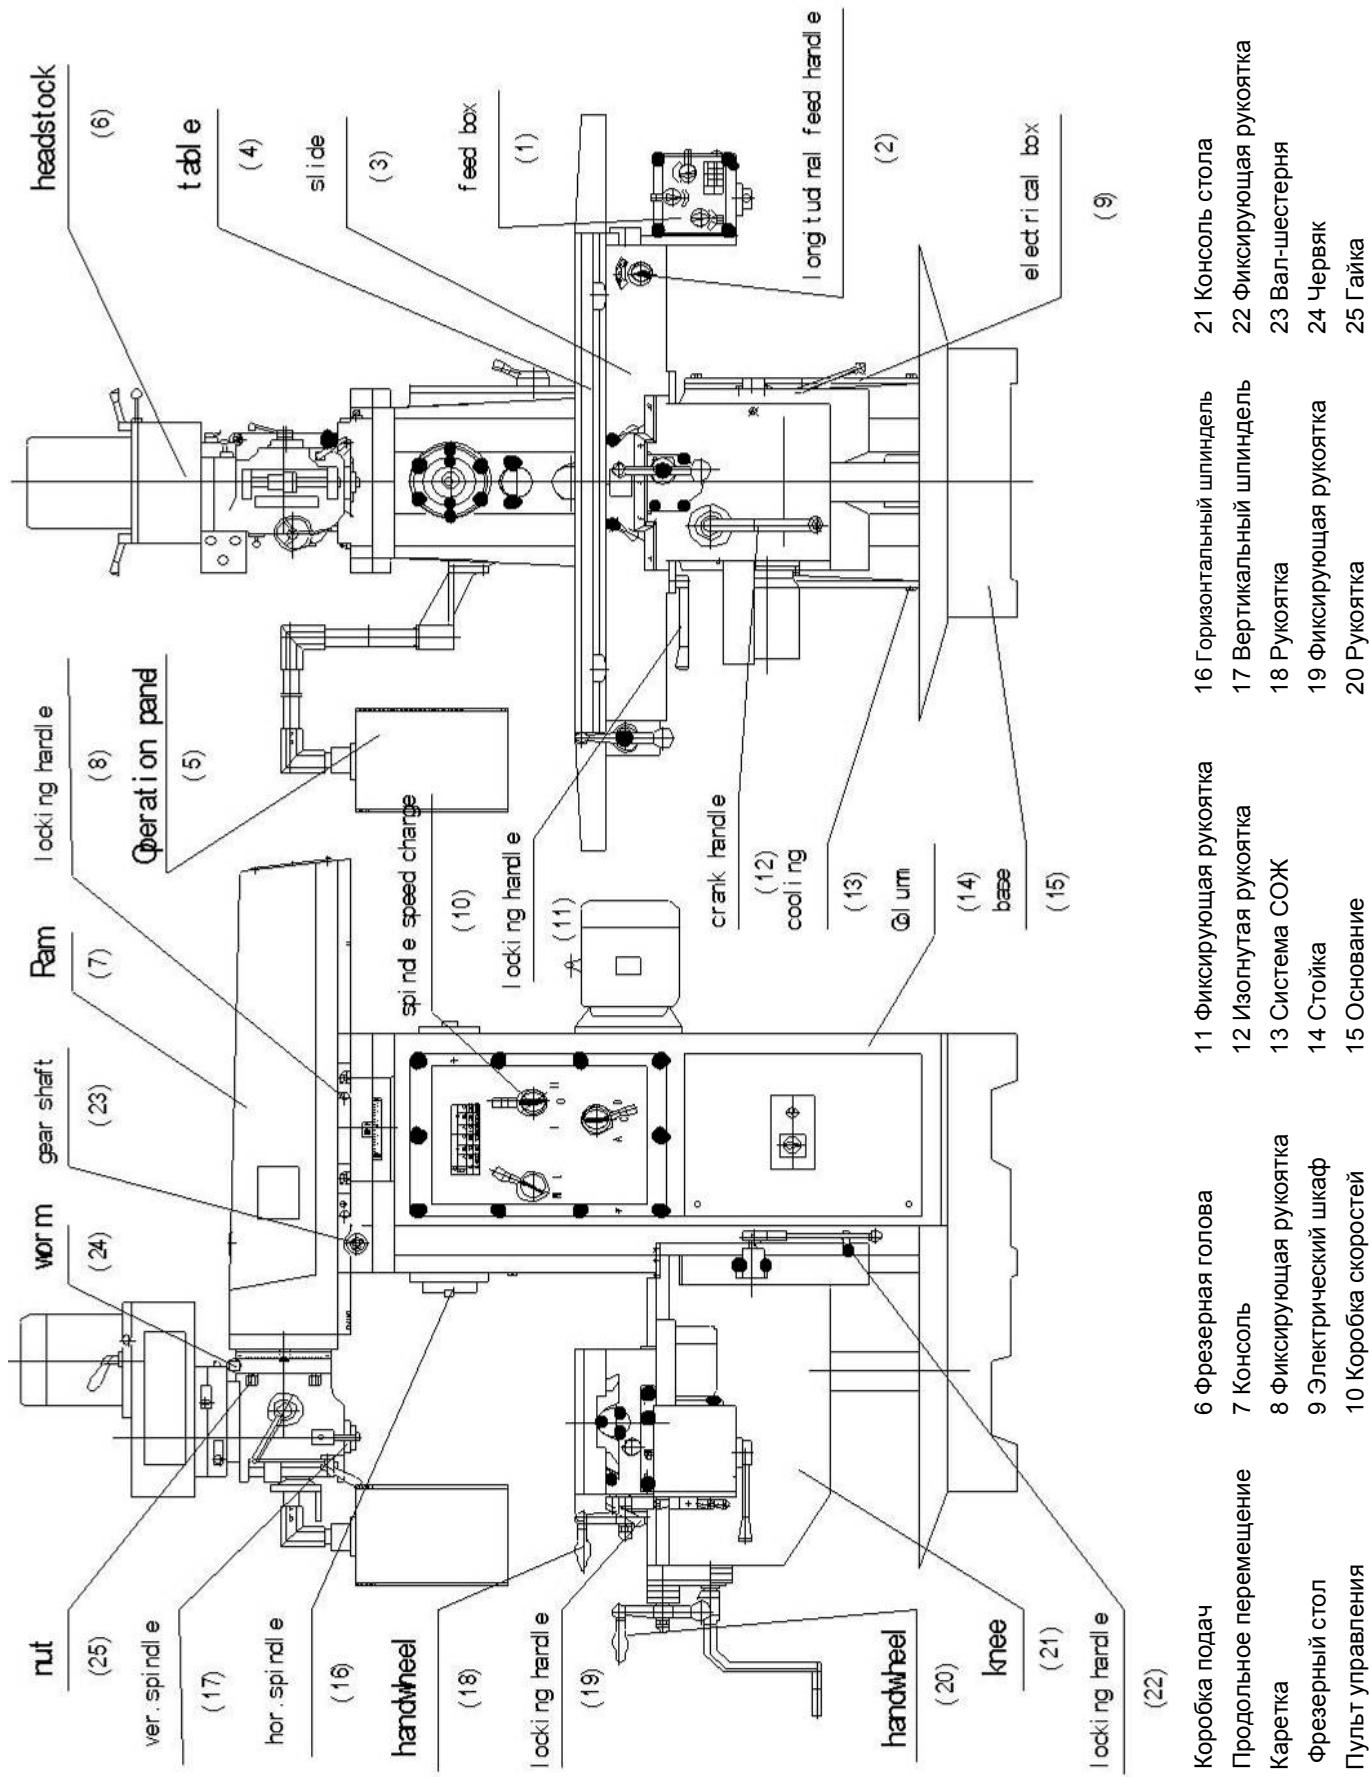

Рис. 1
Устройство станка: (См. Рис.1 на стр.7)
Внимательно изучите эту инструкцию, прежде чем приступить к работе на станке, ознакомьтесь со станком, назначением каждой кнопки, маховика, рукоятки и т.п., системы подвода СОЖ, системы смазки и электрической схемы (Рис.1).
6.4.1 Ручное вертикальное перемещение стола (См. Рис.1).